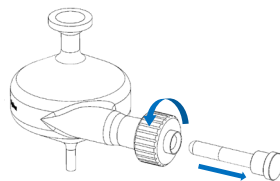

Abbildung 1. Entfernen des Dichtungsstopfens
- 1 Drehen Sie den drehmomentgesteuerten Zerstäuberadapter vorsichtig gegen den Uhrzeigersinn, um den Dichtungsstopfen zu entfernen (Abb. 1)